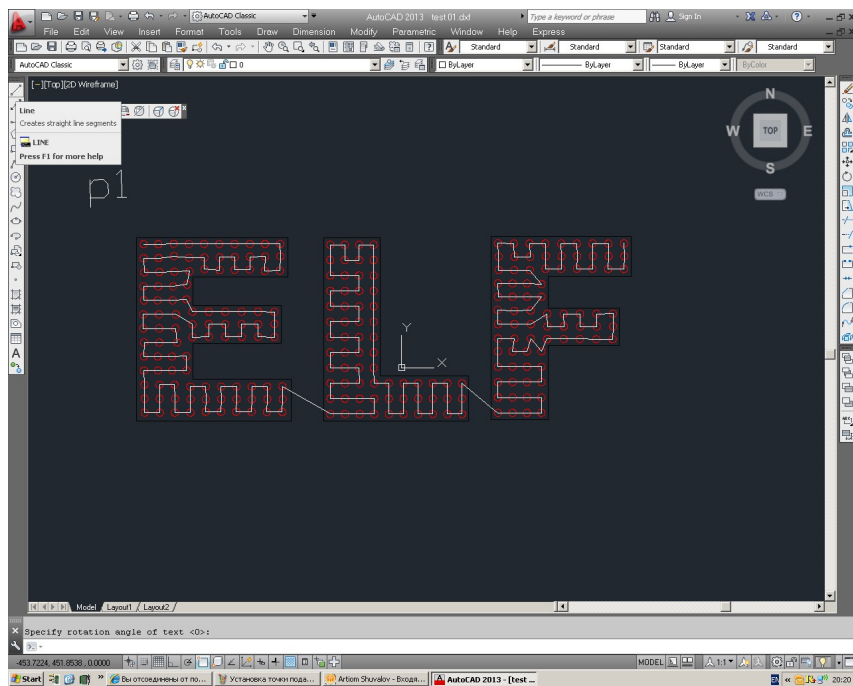
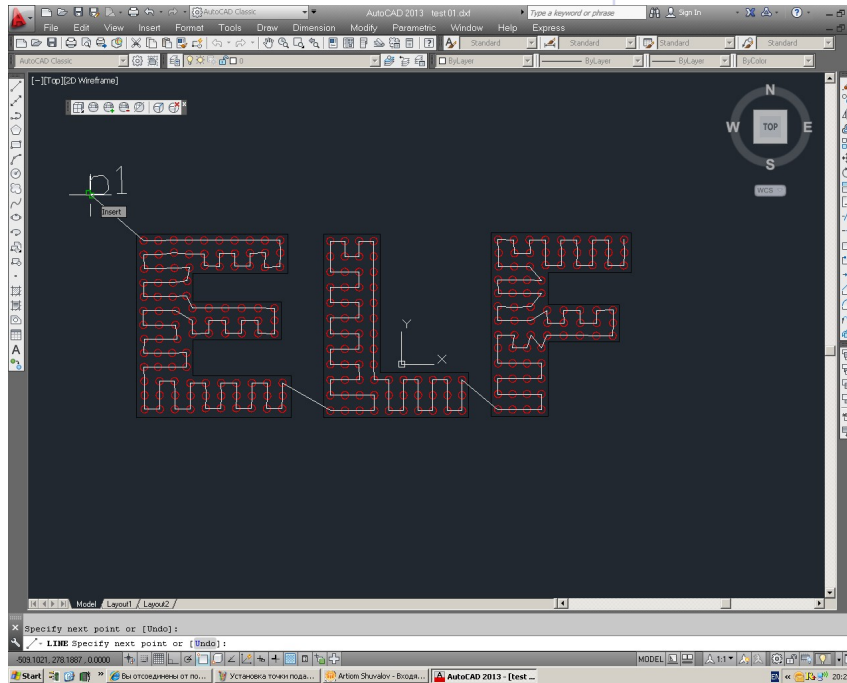

Рисунок 18
Рисунок 19
- нажать «горячую клавишу» «**L**», либо выберите обозначение **Линии** в левой вертикальной панели инструментов (**Рисунок 18**) и соедините точку ввода сигнала (первый светодиод в линии) с точкой подачи сигнала «**P1**» (**Рисунок 19**).